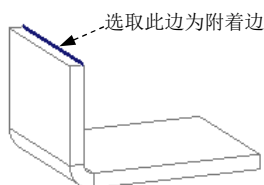

图 11.4.59 定义附着边
Step3. 选取附着边。在系统 的提示下, 选取图 11.4.59 所示的模型边线为附着边。